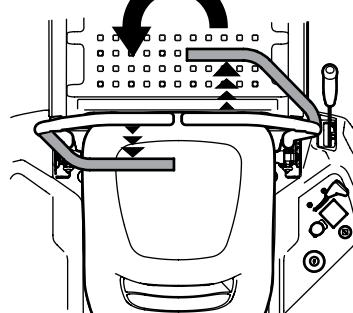

Figura 3-12
- Para girar en sentido contrario a las agujas del reloj, mueva la palanca de control de la transmisión derecha hacia adelante mientras mueve simultáneamente la palanca de control de la transmisión izquierda hacia atrás. Consulte la Figura 3-12.